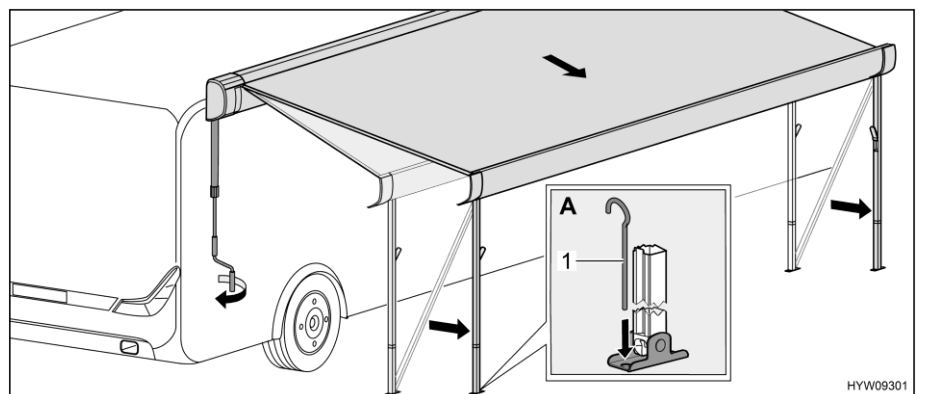

Fig. 51 Mover el toldillo a la posición final
- Fijar los pies de apoyo en el suelo usando piquetas (Fig. 51,1) (Fig. 51,A).